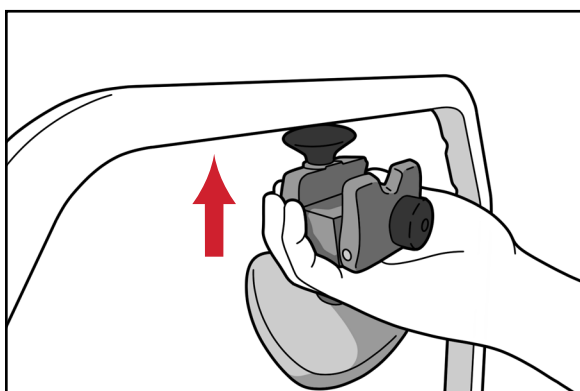

Fig. 3
1. Desenrosque la rueda de bloqueo e incline hacia atrás la placa frontal de la pinza de compresión hasta que encaje alrededor del puente. (Fig. 3)